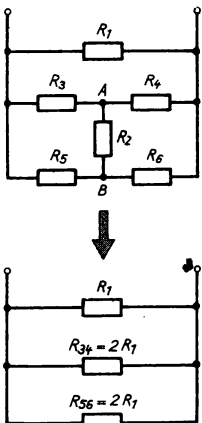

Bild 125
- 7.19 Vereinfachte Schaltung Bild 125. Da die Spannungsabfälle an R_3 , R_4 , R_5 und R_6 gleich sind, ist der Spannungsabfall $U_{AB} = 0$. Somit gilt